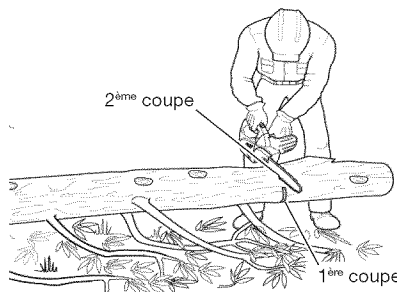

Figure 18 - Tronçonnage d'une bille lorsque la bille est soutenue d'un côté
1. Effectuez la première coupe au-dessous de la bille (voir figure 18). Utilisez le haut du guide-chaîne pour couper. Effectuez une entaille sur environ un tiers du diamètre de la bille. Cette coupe permettra d'éviter que le bois ne se fende.